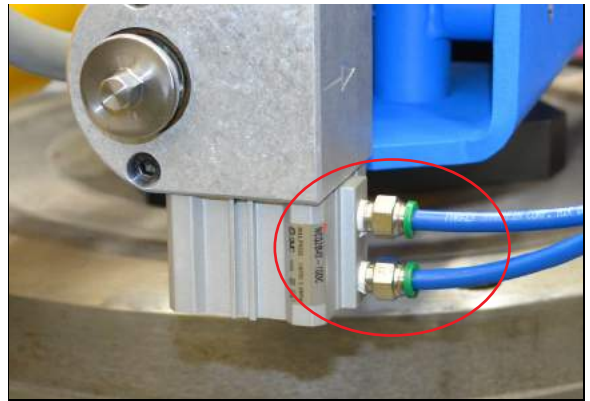

FIGURE 3-41. EMPLACEMENT DES TUYAUX D'AVANCE
2. Faites pivoter le module d'avance jusqu'à ce que la flèche pointe dans la direction d'avance désirée (voir la Figure 3-41).
Abaissez le collier autour du tuyau et sortez les tuyaux. (voir la Figure 3-41).